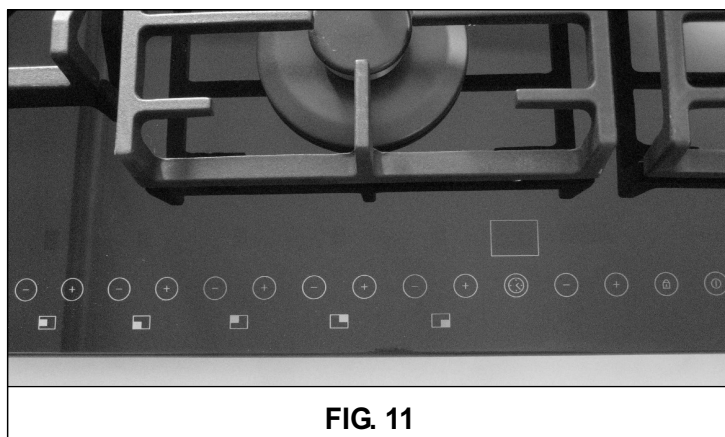

FIG. 11
Pour confirmer la puissance minimum requise, appuyez sur le bouton de l'horloge (11). « MIN » reste affiché et aucun voyant ne clignote. Vous pouvez désormais appuyer sur le bouton de l'horloge (11) pour quitter la procédure ou appuyer sur les boutons 12 et 13 pour sélectionner un autre brûleur et programmer sa puissance minimum. Les niveaux de puissance minimum seront ensuite acquis et mémorisés par le dispositif et seront utilisés lors d'une utilisation normale de la table de cuisson (voir fig. 11).
L'activation de cette fonction implique l'annulation des heures d'arrêt programmées pour les brûleurs (voir fig. 11).